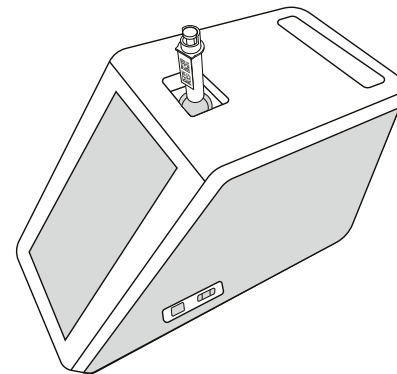

Figura 8
2. Insira uma tina no espaço de medição com o código de barras voltado para a frente (consulte a **Figura 8**)